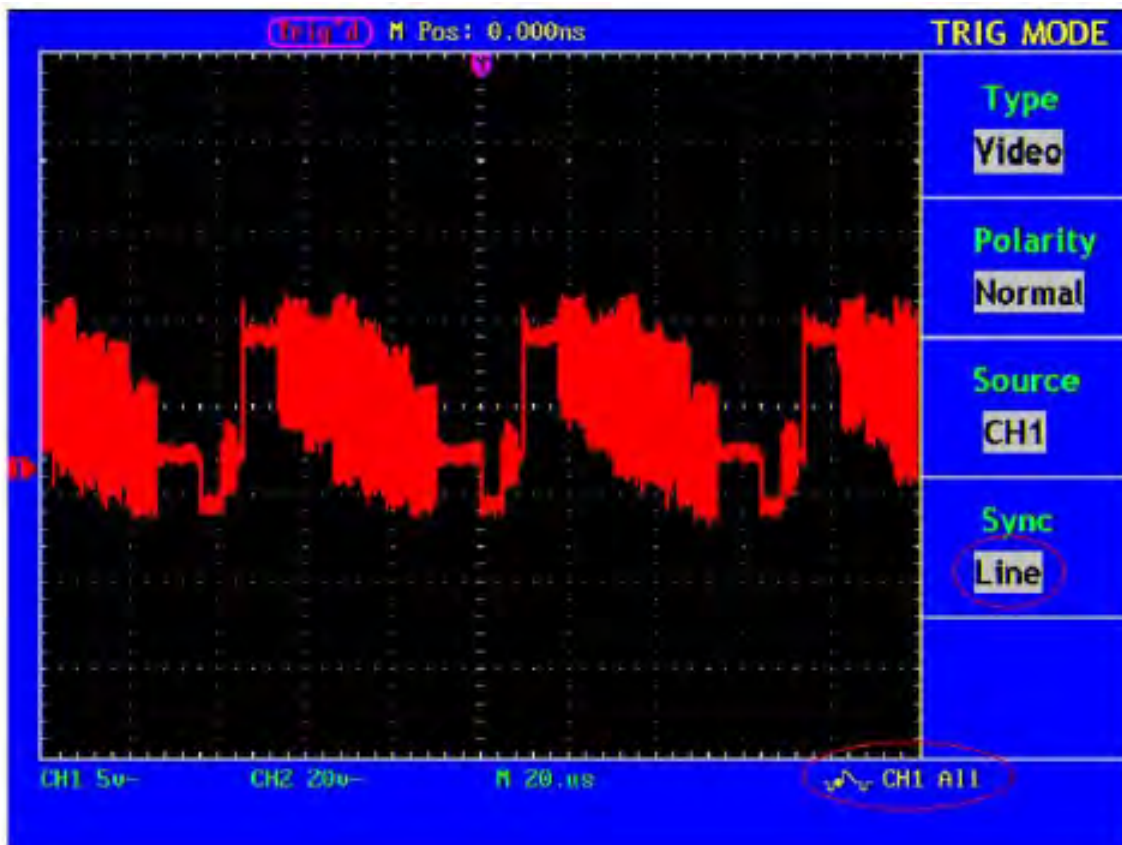

Abb. 32 Video-Wellenform getriggert im Modus "Line"
6. Drücken Sie die Menüwahl taste **F4** und wählen Sie **Line** bei Slope. Die Anzeige auf dem Bildschirm ist wie in Abb. 32 gezeigt.